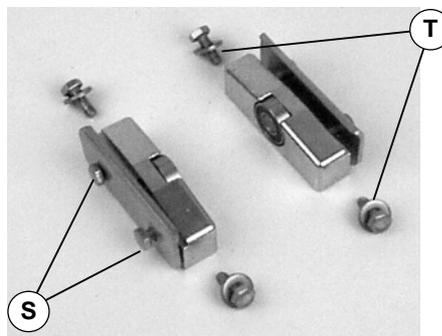

Abbildung 13
2. Schrauben lösen (S siehe Abbildung 13) und Schrauben sowie Unterlegscheiben entfernen (T).